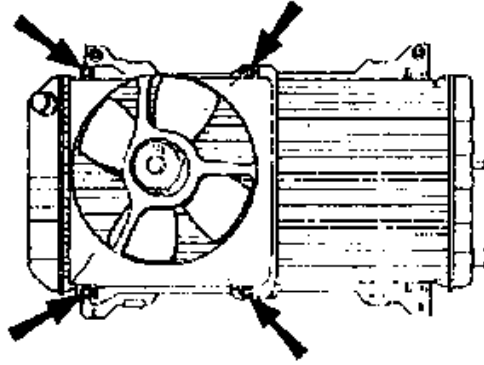

Figura 78: Parafusos de fixação do defletor de ar.
- 3 . Posicionar o conjunto defletor de ar do radiador/motor do ventilador do veículo, instalando-o posteriormente, os dois parafusos de fixação superiores, e os dois inferiores (Figura 78);